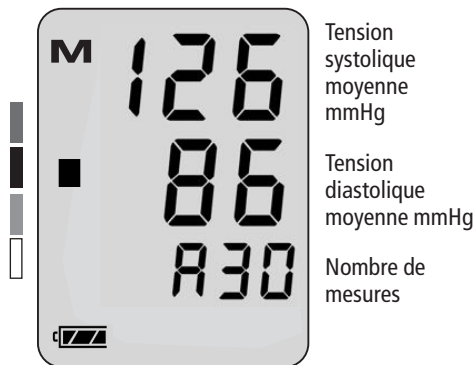

Figure 8
- ➡ L'appareil étant éteint, rappelez la valeur moyenne après 30 mesures enregistrées en pressant la touche START pendant environ 3 secondes. La valeur moyenne de l'ensemble des mesures enregistrées (Systole et Diastole) apparaît. Sur la partie " PUL" de l'écran, le nombre de mesures apparaît (voir figure 8)
Dans le bord gauche de l'afficheur, un rectangle noir apparaît (voir figure 8). Il correspond à la grandeur de la tension artérielle moyenne. À l'aide de l'échelle d'évaluation jointe (voir figure 9), recherchez dans quelle zone se situe votre tension artérielle selon l'OMS (voir page 79).